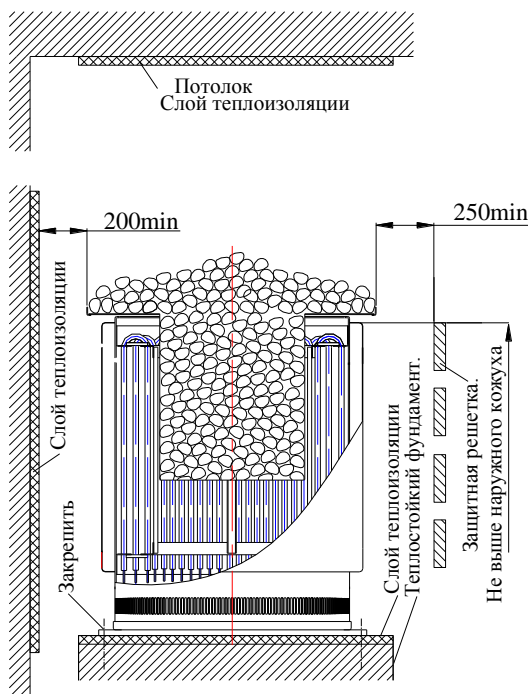

Рис. 1 Установка каменки.
5.3. Электрокаменка в месте установки должна быть закреплена в соответствии с рис. 1.
5.6. Объем парильни не должен быть ниже указанного в разделе 2 минимального объема, а высота должна быть не менее 1,9м. При высоте менее 3м необходимо произвести теплоизоляцию потолка в соответствии с рис.1.
6.4. Электрокаменка устанавливается на теплостойкий фундамент рис. 1 и закрепляется с помощью монтажных пластин. Около электрокаменки стены должны иметь огнезащитную панель из листового металла с теплоизоляцией из листового асбеста или минваты. Потолок над каменкой защищается такой же панелью, размером не менее 1м x 1м. Установку защитной решетки вокруг каменки следует производить на расстоянии согласно п. 6.1 высотой не более высоты наружного кожуха.